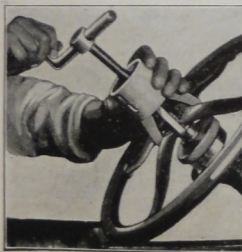

Fig. 14
- (e) Verwijder het stuurwiel door eerst de dopmoer los te draaien en neem daarna het stuurwiel van de spil van het aandrijvend tandwiel door dit met behulp van een wieltrekker af te schuiven (zie fig. 14).